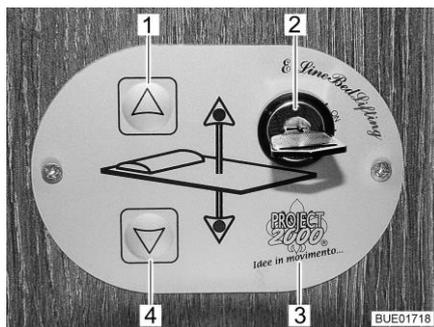

Fig. 105 Commande
Commande Les touches (Fig. 105,1 et 4) sur l'unité de commande (Fig. 105,3) permettent d'abaisser ou de relever le lit escamotable. L'interrupteur à clé (Fig. 105,2) permet de protéger l'unité de commande contre toute utilisation non autorisée.
- Tourner la clé de 90° dans le sens des aiguilles d'une montre dans l'interrupteur à clé (Fig. 105,2) sur la position "On". L'unité de commande (Fig. 105,3) est activée.
- Appuyer sur la touche fléchée (Fig. 105,4) et la maintenir pressée jusqu'à ce que le lit escamotable ait atteint la position désirée vers le bas.
- Appuyer sur la touche fléchée (Fig. 105,1) et la maintenir pressée jusqu'à ce que le lit escamotable ait atteint sa position finale supérieure.